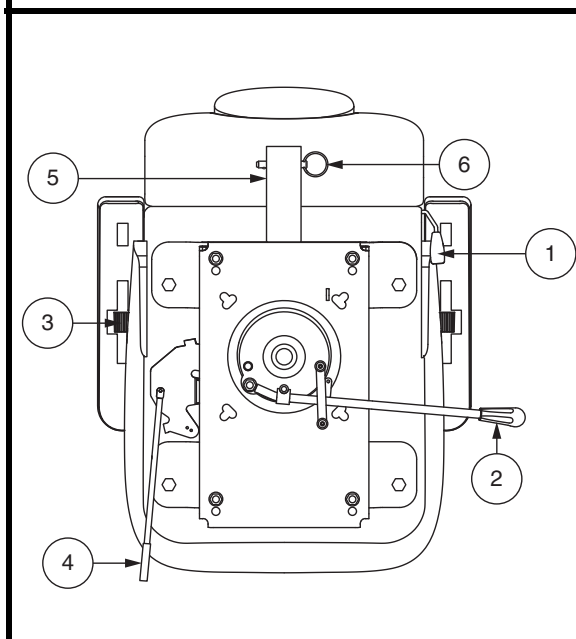

Figure 15. Réglage du siège – Style B
Si votre scooter est équipé d'un siège à dossier inclinable, vous pouvez changer l'inclinaison du dossier avec le levier de réglage du dossier. **Voir la figure 15.**
1. Déplacez le levier coulissant du siège (situé sur le côté inférieur gauche du siège) vers l'extérieur. **Voir la figure 15.**
Élevez ou abaissez l'inclinaison des accoudoirs en tournant la roulette de réglage sous l'accoudoir. **Voir la figure 15.**
Le support d'accessoire monté à l'arrière vous permet d'attacher un accessoire personnel comme un panier, support pour marchette ou réservoir d'oxygène à l'arrière de votre scooter. Utiliser la goupille de verrouillage afin de bien fixer votre article au support d'accessoire. **Voir la figure 15.** Consultez votre détaillant autorisé pour plus de détails.